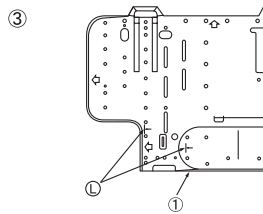

Fig. 3-7
③ Σε περίπτωση που ο σωλήνας με την εκχέλιση πρόκειται να τοποθετηθεί στον τοίχο εκ των προτέρων: (Fig. 3-7)